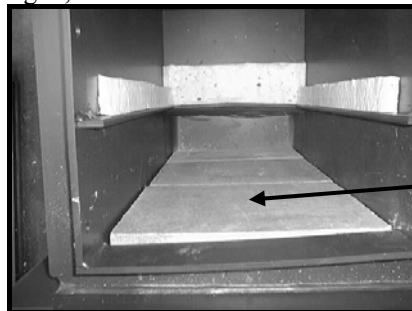

Fig. 2,3 - kun ved skift af bundfliser
5. Bundfliserne lægges oven på isoleringen i brændkammerets bund, se fig. 2,3.